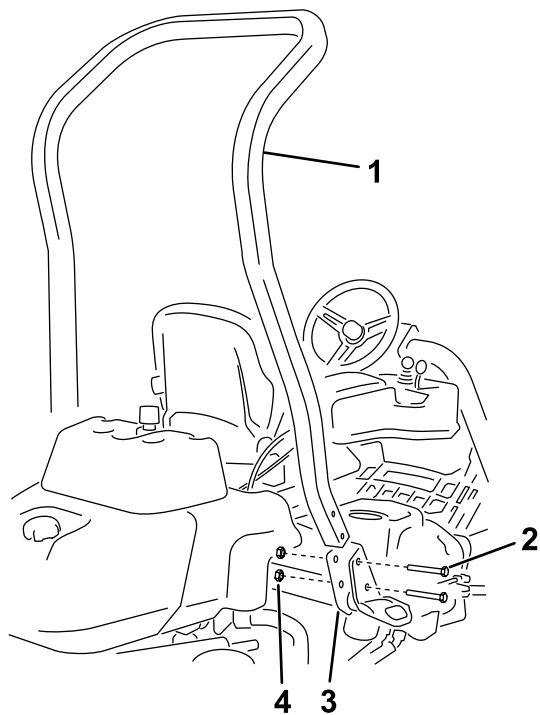

Figura 3
3. Utilizați 4 uruburi ($\frac{1}{2} \times 3\frac{3}{4}$ ") i 4 piulie cu guler ($\frac{1}{2}$ ") pentru a monta bara antirului în suportii ROPS de pe fiecare parte a mainii, aa cum se arată în Figura 3.